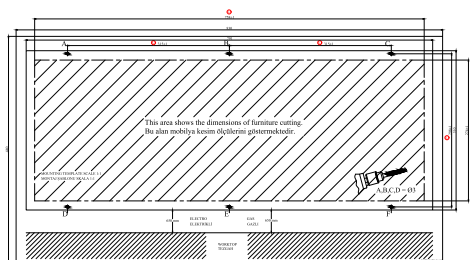

Fig. 1
- Perfore los agujeros A, B, C, D, E y F indicados en el esquema de instalación utilizando una broca Ø4 mm. (Fig. 1)